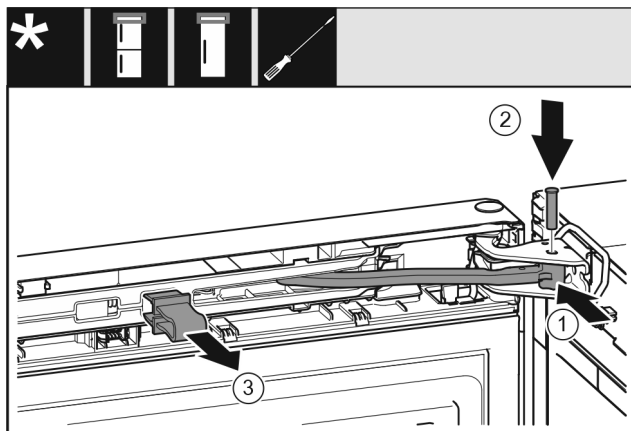

Fig. 30
- ▶ Okrenite zglobov Fig. 30 (1) u podlošku ležaja.
- ▶ Umetnite svornjak Fig. 30 (2) u podložak ležaja i zglobov. Pritom se pobrinite za to da uskočna izbočina ispravno leži u utoru.
- ▶ Skinite osigurač Fig. 30 (3).